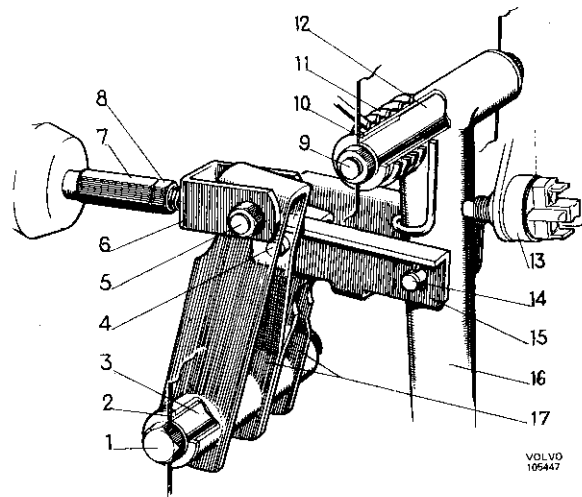

Abb. 75 Pedallagerung, 1800 S
4. Betr. 1800, B 20 (linksgelenkt): Schrauben (1 u. 5, Abb. 75) ausbauen und den Hebelmechanismus herunternehmen.
8. Betr. 1800, B 20 (linksgelenkt): Doppelhebel (17, Abb. 75) und Druckschienen (15) anbringen. Schrauben (1 u. 5) mit Muttern einbauen.